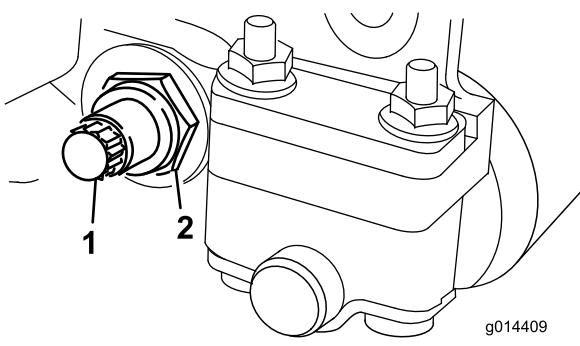
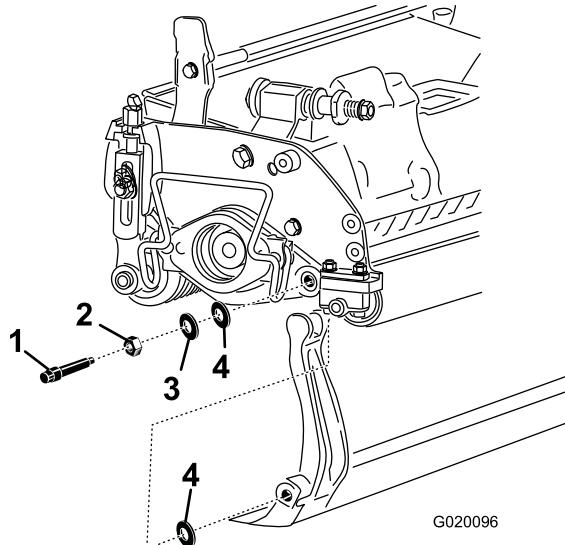

Bild 14
Bild 15
3. Lösen Sie an jeder Seite der Maschine die Klemmmutter, mit der die Schraube des Untermesserträgers befestigt ist (Bild 14).
4. Nehmen Sie jede Schraube des Untermesserträgers ab, damit der Untermesserträger nach unten gezogen und von der Maschine entfernt werden kann (Bild 14). Bewahren Sie die zwei Nylon- und die zwei Scheiben aus gestanzten Stahl an jedem Ende des Untermessers auf (Bild 15).
2. Befestigen Sie den Untermesserträger mit den zwei Untermesserträgerschrauben (Muttern an den Schrauben) und den sechs Scheiben an jeder Seitenplatte. Legen Sie eine Nylonscheibe auf jede Seite des Seitenplattenansatzes. Legen Sie eine Stahlscheibe außen auf jede äußere Nylonscheibe (Bild 15).
4. Ziehen Sie die Sicherungsmuttern gleichmäßig an jeder Seite an, bis Sie die Stahlscheiben nicht mehr mit der Hand drehen können (Bild 15).